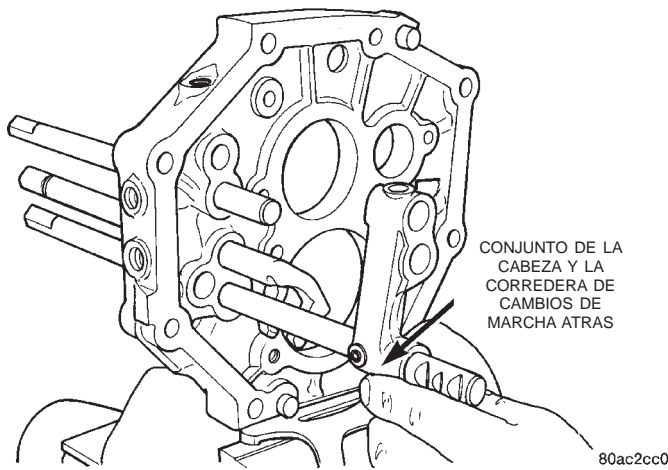

Fig. 69 Desmontaje del conjunto de la cabeza y la corredera de cambios de marcha atrás
(25) Retire el conjunto de la cabeza y la corredera de cambios de marcha atrás (Fig. 69).
(26) Retire el anillo de muelle que fija la corredera de cambios de marcha atrás a la placa intermedia.